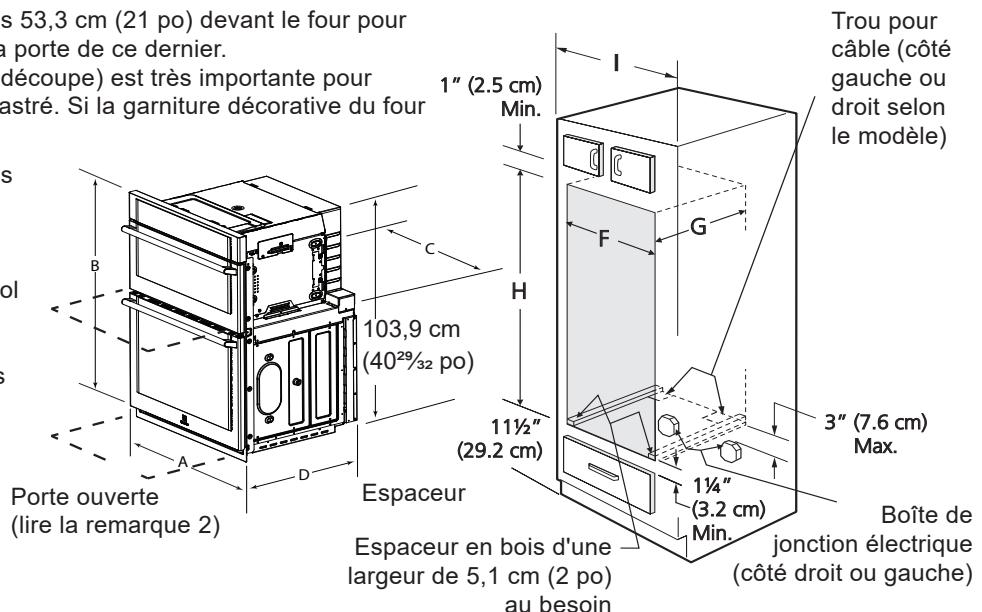
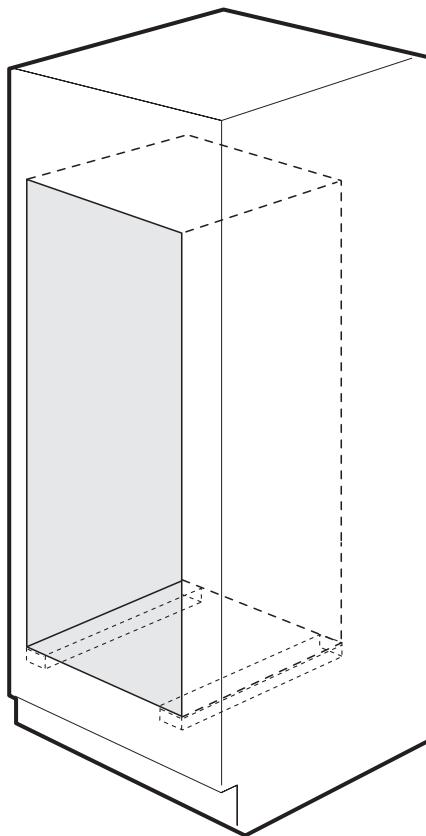

Figure 1: Dimensions du produit et de l'ouverture
Figure 2: Entretoises du four encastré
Consultez la figure 1 ou la figure 2 pour les dimensions de votre appareil, les découpes de l'armoire et l'espace nécessaire pour installer le four.
2. Ces appareils doivent être raccordés à un boîtier de fusibles (ou de disjoncteurs) à l'aide d'un câble gainé non métallique ou armé flexible. Le câble armé flexible de l'appareil devrait être connecté directement à la boîte de jonction. La boîte de jonction devrait être située aux emplacements illustrés à la Figure 1, et le câble reliant la boîte et l'appareil devrait être aussi lâche que possible pour permettre de déplacer l'appareil en cas de réparation.